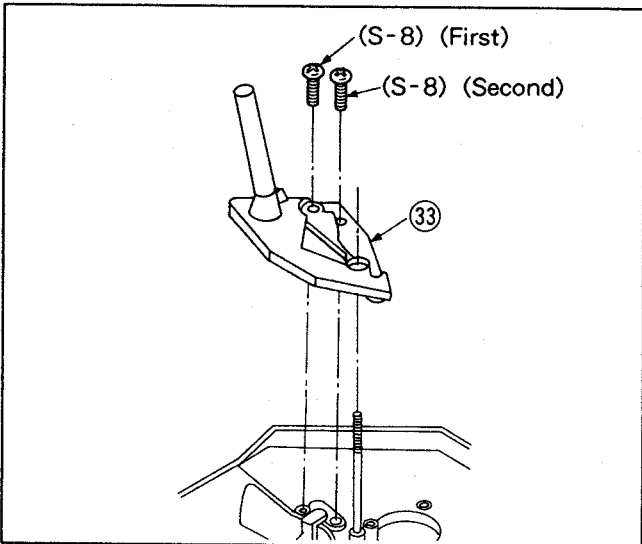

Fig. M15
- 37) Remove T-rail R unit. See Fig. M15.